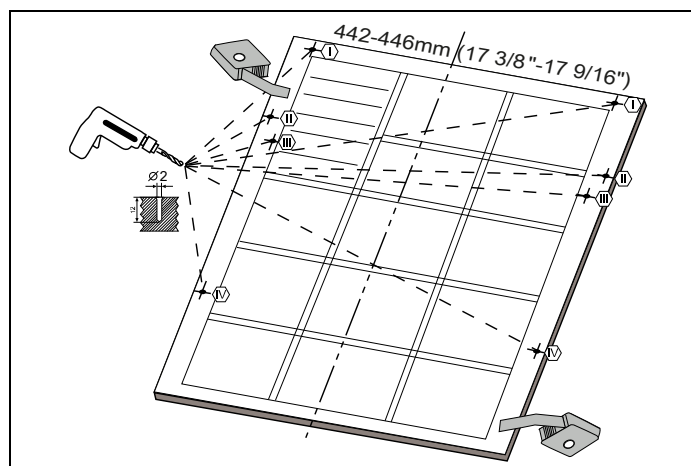

Fig. 24
Comme illustré dans la Fig. 24 , vous devez mesurer la hauteur et la profondeur de l'armoire pour déterminer les dimensions de la porte extérieure.
- 2) Comme illustré dans la Fig. 24 , le trou de vis est ouvert sur la porte extérieure à partir des points indiqués sur le gabarit de montage. Diamètre du foret : 5/64" (2 mm)